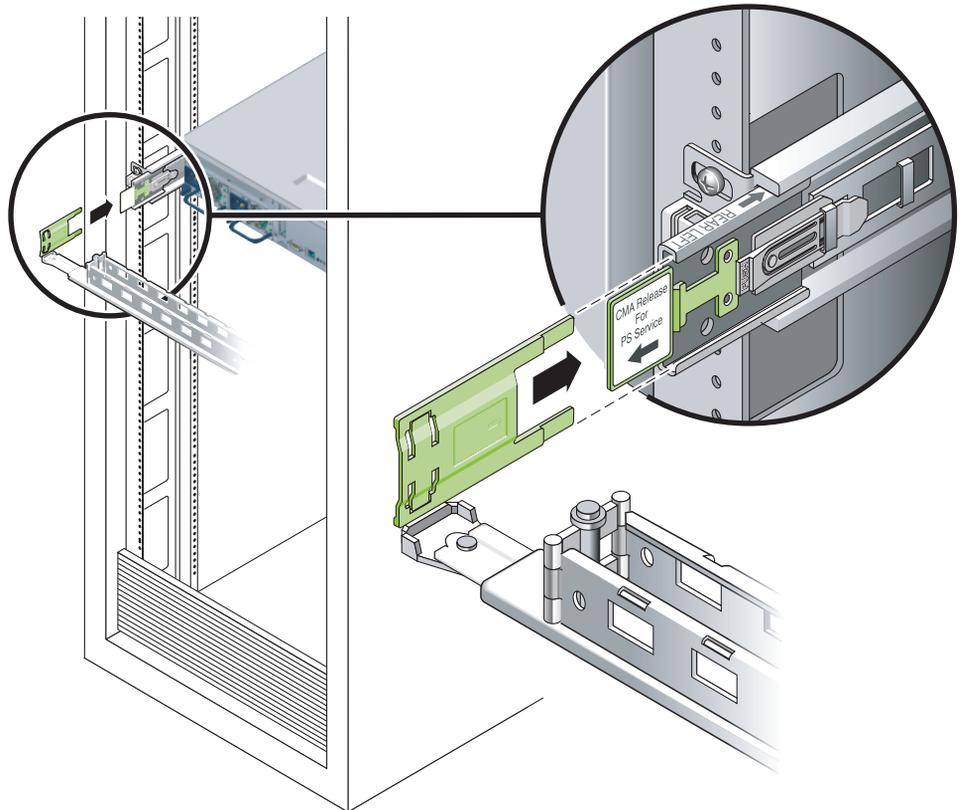

ABBILDUNG 3-33 Anbringen der linken Schienenseite
4. Setzen Sie die klappbare Kunststoffverbindung an der linken Seite der Kabelführung ganz in die Schienenverlängerung der Kabelführung ein (ABBILDUNG 3-33).